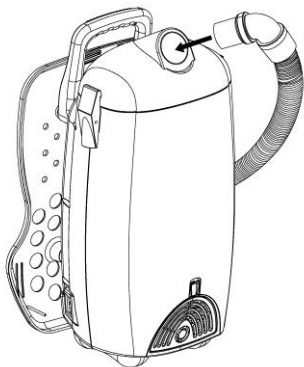

Рис. 7
- Вставьте шланг в отверстие крышки до упора (рис. 7).